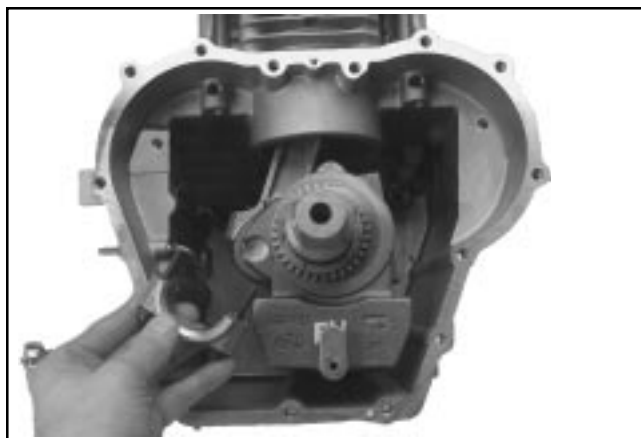

Figure 8-44. Dépose du chapeau de bielle.
- Retirer les deux vis hexagonales et le chapeau de bielle. Voir la Figure 8-44.